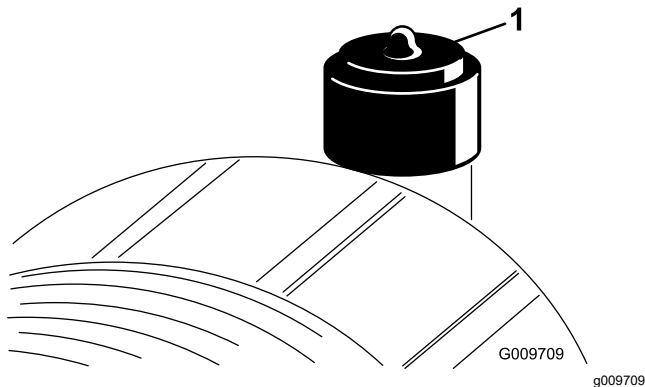

Figura 51
Faça a manutenção ao filtro de ar apenas quando o indicador de serviço (Figura 51) o exigir. Mudar o filtro de ar antes de ser necessário apenas aumenta a possibilidade de entrar sujeira no motor quando se retira o filtro.
9. Reinicie o indicador (Figura 51) se este se apresentar vermelho.